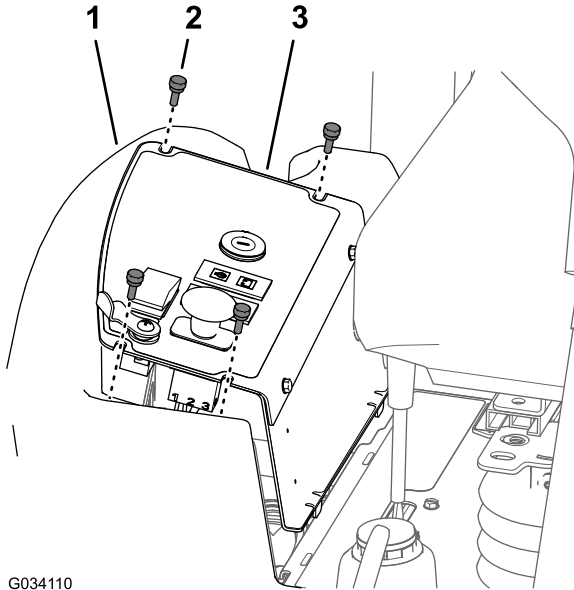

Figure 57
1. Retirez les 4 vis à oreilles qui fixent le panneau de commande au réservoir de carburant (Figure 57).
2. Soulevez le panneau de commande (Figure 57).
3. Alignez les fentes au sommet du panneau de commande et les trous dans la bride du réservoir de carburant (Figure 57).
4. Fixez le panneau de commande à la bride du réservoir de carburant à l'aide des 4 vis à oreilles (Figure 57) que vous avez retirées à l'opération 1 de Dépose du panneau de commande (page 48).